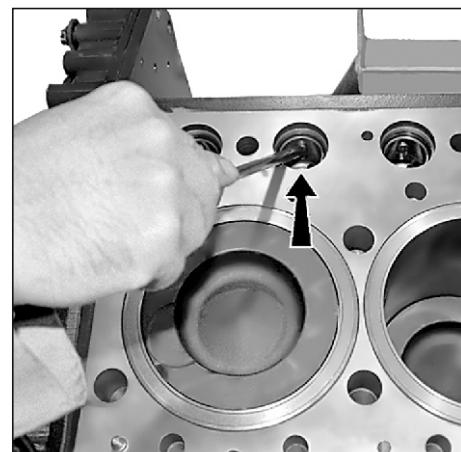

Рис. 31. Снятие толкателей.
3. Снять толкатели в сборе (650.1007180) (см. Рис. 31).